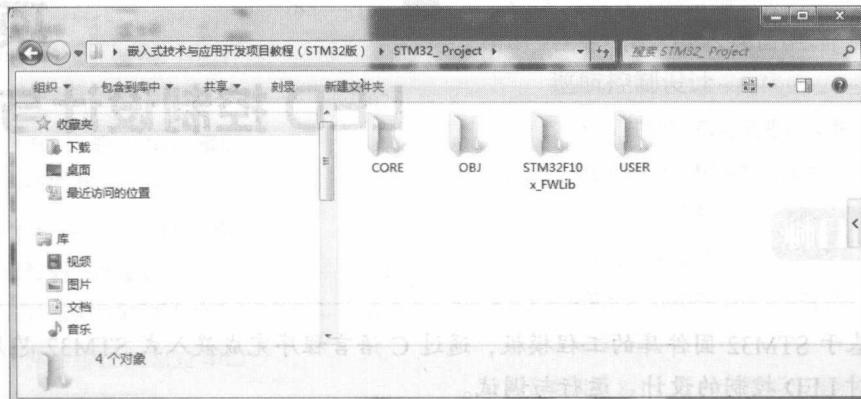

图 1-1 工程 STM32\_Project 模板目录
(1) 先在计算机的某个盘符下新建一个 STM32\_Project 目录，作为基于 STM32 固件库的工程模板目录。
(2) 在 STM32\_Project 工程模板目录下，新建 USER、CORE、OBJ 以及 STM32F10x\_FWLib 4 个子目录，如图 1-1 所示。